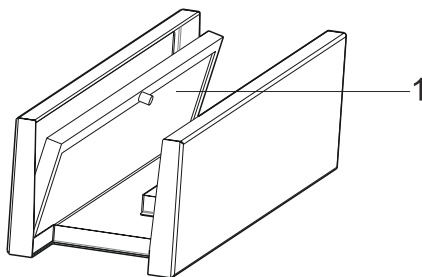

Fig. 5
3. Tag fat i fedtfilteret og træk den op (Fig. 5).